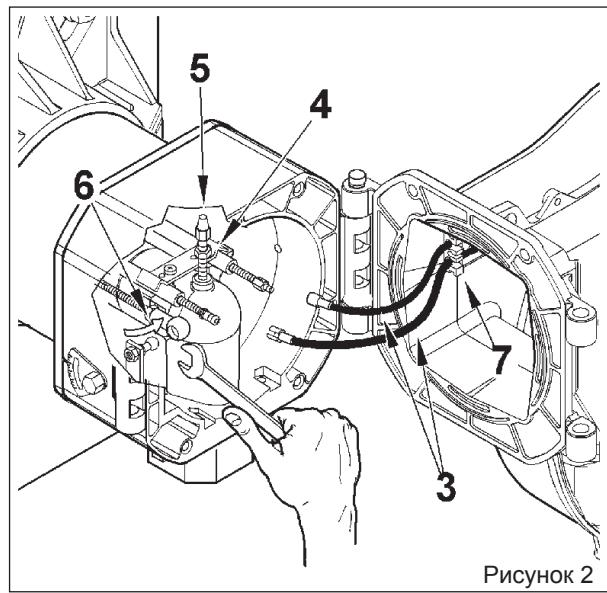

Рисунок 2
- Используя тот же ключ, поверните шаровой шарнир (6) в направлении, указанном стрелкой, и отцепите рычаг продвижения головки горения (смогите рис. 2).
! В момент закрытия горелки немножко потяните в сторону электрического щита, чтобы электрод розжига и ионизации слегка натянулись. После этого расположите их в соответствующих гнездах (7), смогите рисунок 2. Это позволит предотвратить поломку электродов крыльчаткой во время работы горелки.